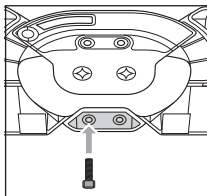

Fig. 3
- ◆ Strângeți un șurub **9** cu cheia hexagonală interioară **11** în piulița de siguranță **10** (a se vedea fig. 3).